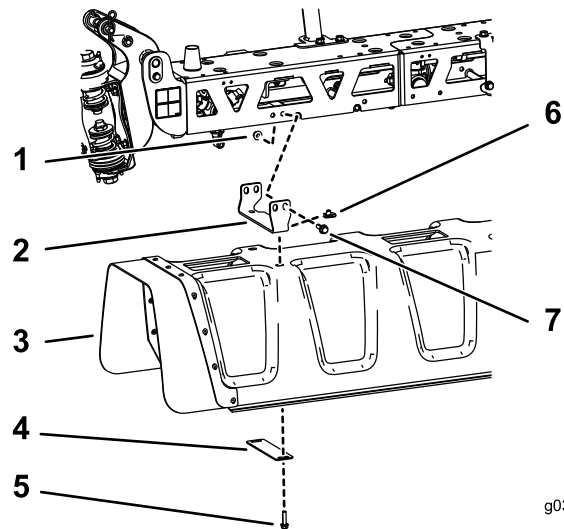

图9
1. 如 图9 所示用 8 个 U 形螺母、4 个垫片和 8 个六角头螺栓 5/16 x 1-1/4 英寸将中央护罩安装到支架上。
2. 如 图9 所示用 4 个六角头螺栓 3/8 x 1-1/4 英寸和 4 个凸缘螺母 3/8 英寸将 4 个中央喷洒臂支架及喷洒臂安装板逐个安装到中央喷洒臂上。